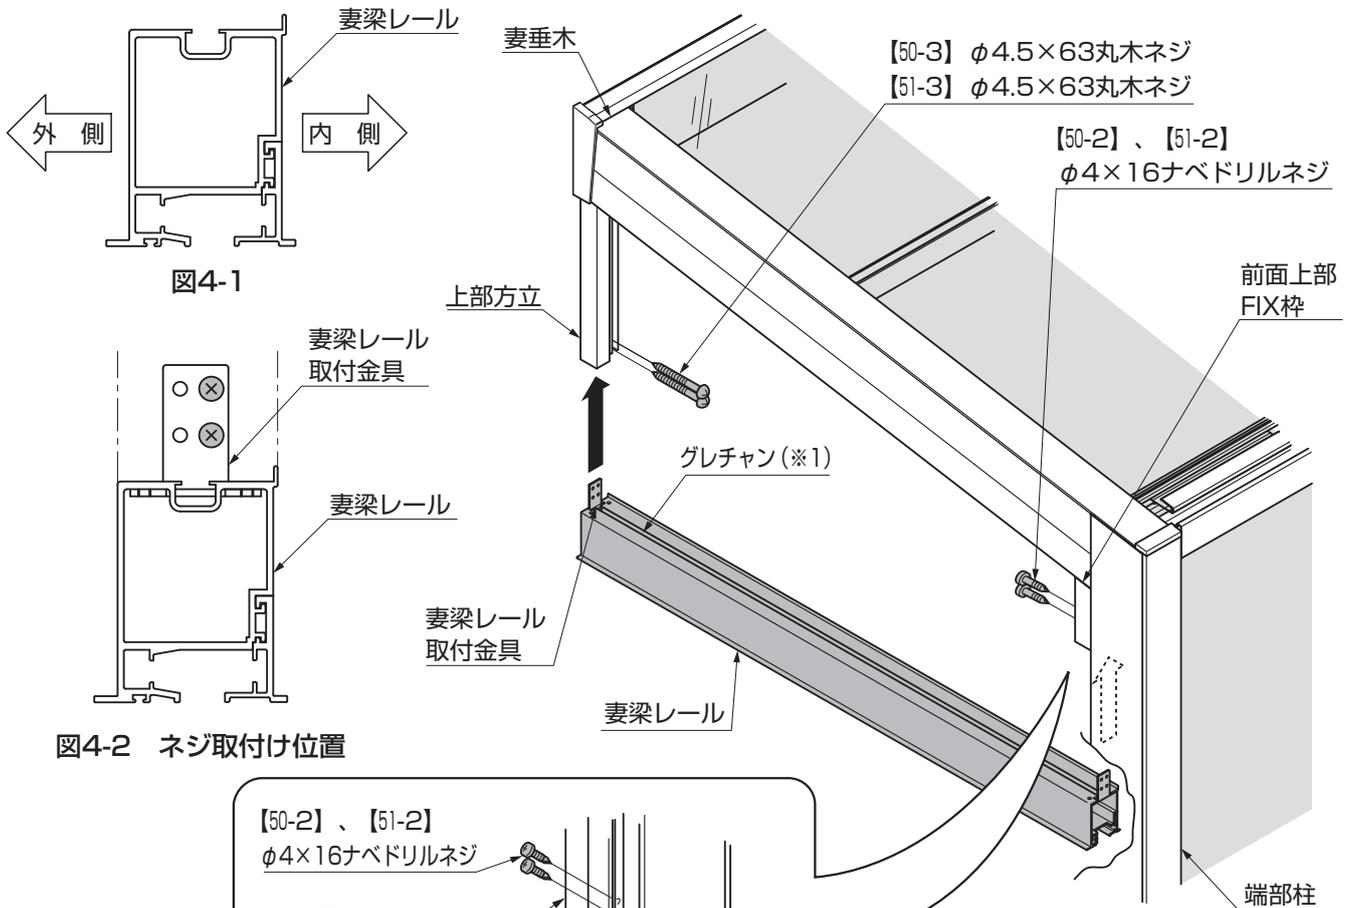

図4-1
- 妻梁レールには向きがあります。リブが立っている方が内側です。(図4-1参照)